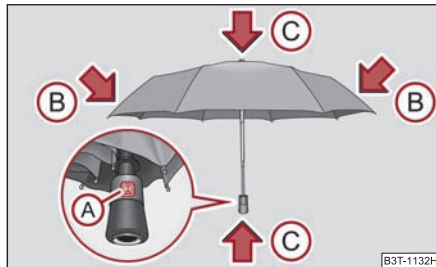

Abb. 119 Regenschirm
- Drücken Sie die Taste (A) ⇒ Abb. 119.